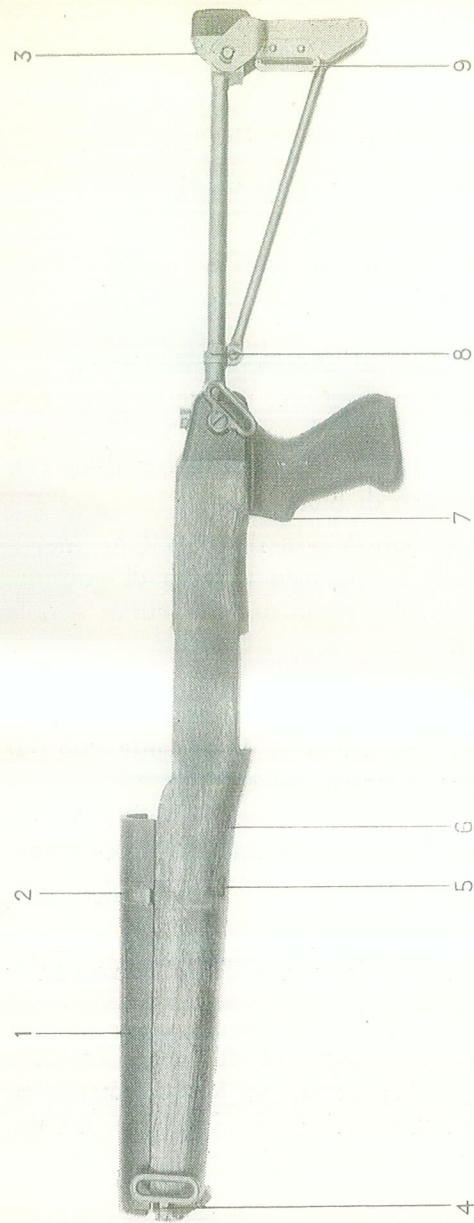

Fig. 4. - Cassa BM 59 T. A.
b. Nel f.a.l. BM 59 (Truppe Alpine) la cassa (fig. 4) è costituita: